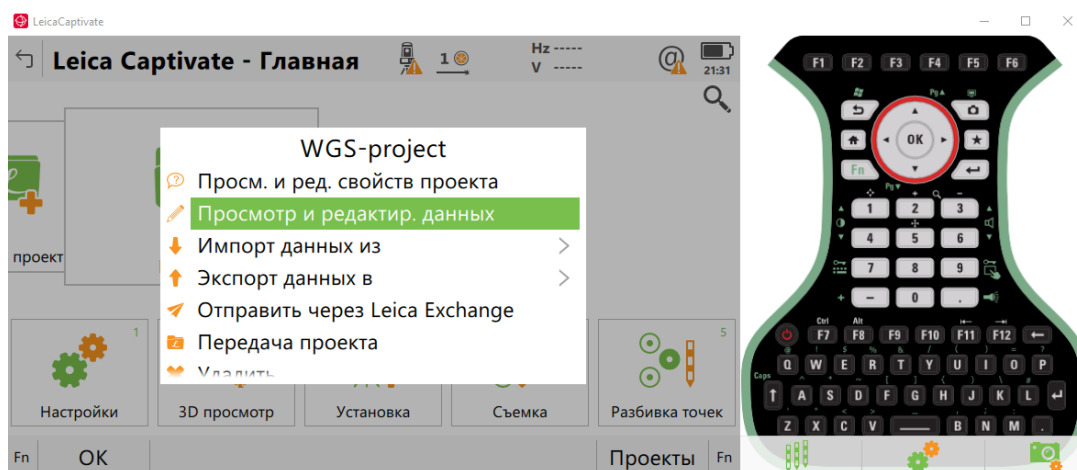

Рисунок 4 – Операции над проектом
4. Выбираем созданный проект→ просмотр и редактирование данных (рис. 4):